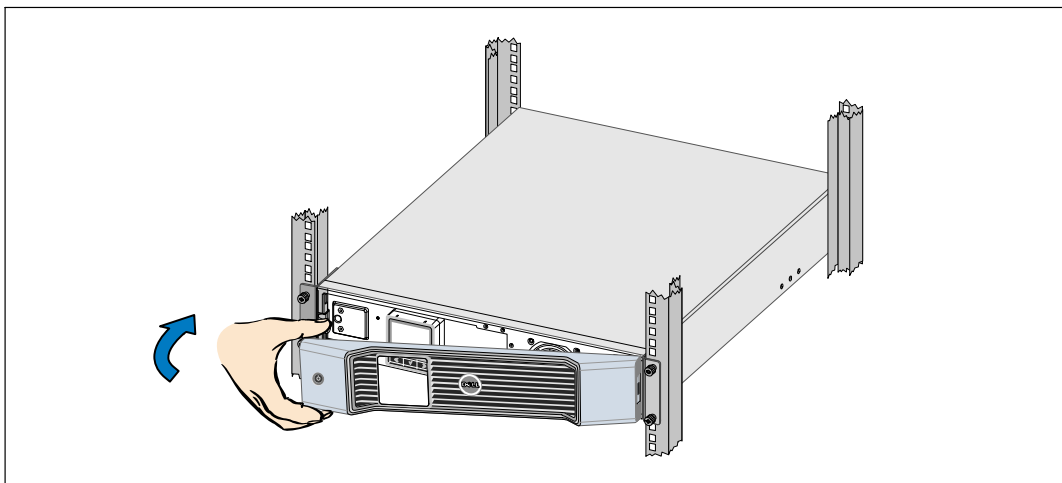

Figura 37. Cómo volver a colocar la cubierta frontal del UPS
- 8 Vuelva a colocar la cubierta frontal del UPS (consulte la Figura 37).